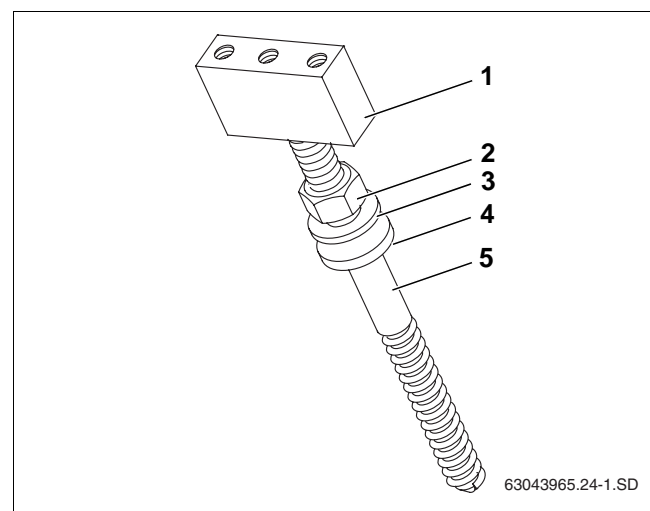

Bild 23 Ordningsföljd vid montering av skruvstift
- ▶ Beakta ordningsföljden vid montering av skruvstift (bild 23).
- ▶ Vrid konsolen (bild 23, **pos. 1**) till anslaget på skruvstiftet (bild 23, **pos. 5**).